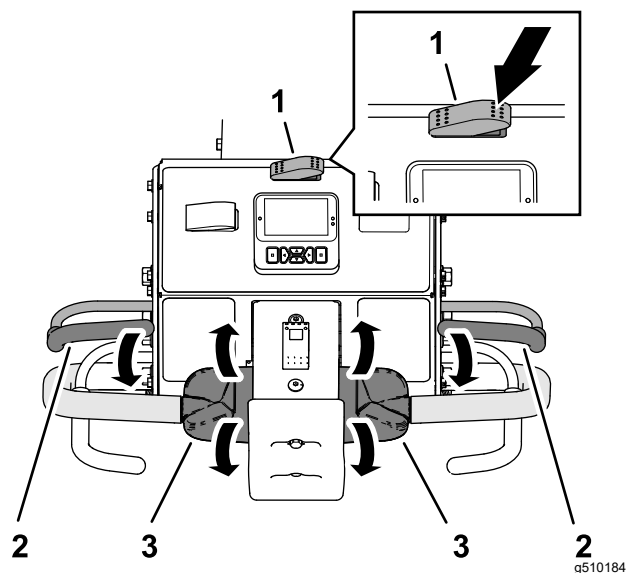

**Figura 80**
3. Premete il lato destro dell'interruttore trasporto/arieggiatura selezionando ARIEGGIATURA (Figura 80).
5. Stringete la maniglia destra o sinistra e la barra di presenza dell'operatore (Figura 80) e spingete la barra verso la maniglia.